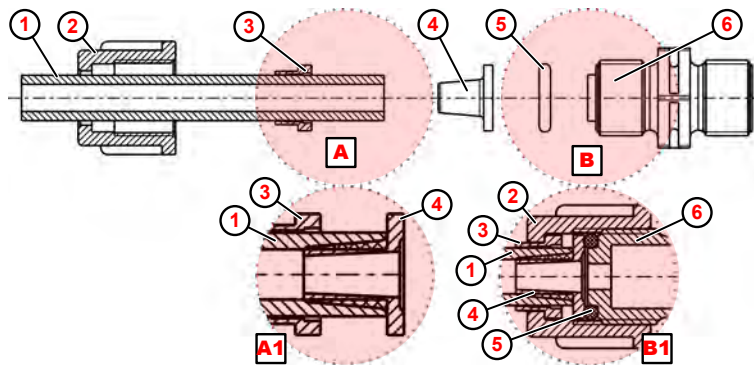

Fig. 8: Conexión de manguera y conexión de tubo con pieza cónica
1. ➤ Realizar un corte recto en la manguera ( Fig. 8 , ① ).
2. ➤ Empujar la tuerca de unión ② sobre la manguera ① .
3. ➤ Empujar la pieza de sujeción ③ sobre la manguera ① .
4. ➤ Empujar la manguera ① hasta el anillo de tope de la pieza cónica ④ (detalle Ⓐ1 ).
5. ➤ Empujar la pieza de sujeción ③ en dirección a la pieza cónica ④ hasta notar resistencia.
6. ➤ Colocar la junta tórica ⑤ en la ranura de la válvula de descarga o aspiración ⑥ .
7. ➤ Apretar la tuerca de unión ② (detalle Ⓑ1 ).